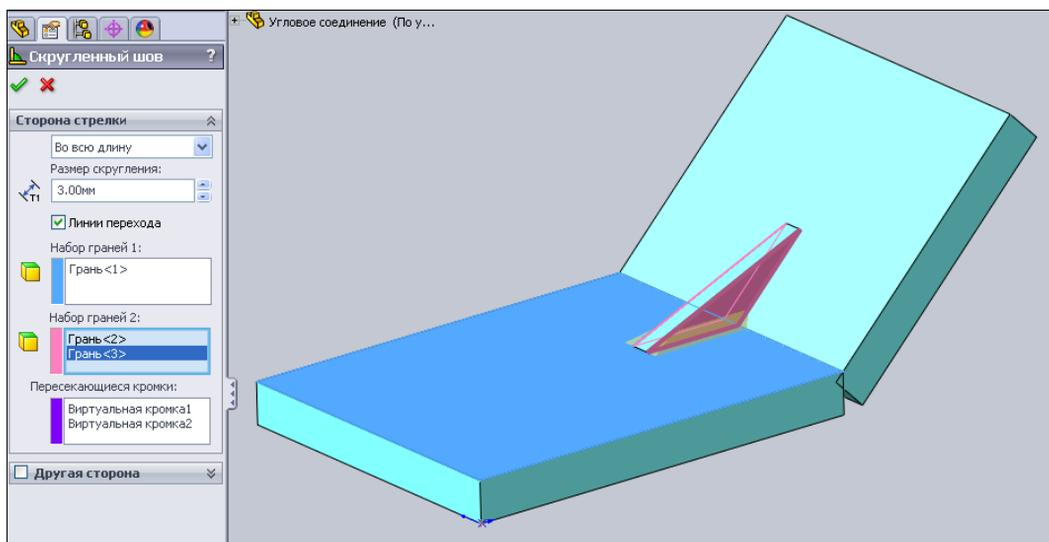

Рис. 5.50
10. Теперь создадим сварочный шов на той стороне детали, где установили треугольный профиль. Для этого на панели инструментов **Сварочные детали** вызовите команду  — **Скругленный шов**. Щелкните мышью в поле **Набор граней1** и затем по верхней грани первой детали. Затем щелкните мышью в поле **Набор граней2** и по верхней грани второй детали. Толщину шва в поле **Размер скругления** установите 3 мм (рис. 5.50).